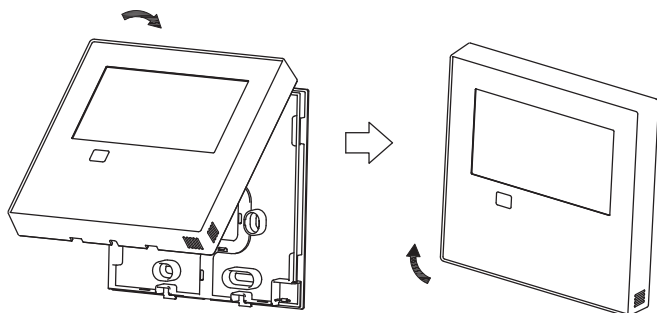

Fig 3-9
- Depois de ajustar a parte superior da caixa e, em seguida, apertar a parte superior da caixa; evite prender a cablagem durante a instalação. (Fig. 3-9)